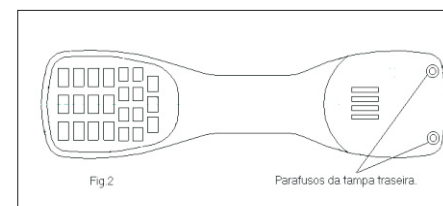

Figura 2
A) Com auxílio de pequena chave de fenda, solte os parafusos da tampa traseira do equipamento e retire-a, conforme indica a figura 2.